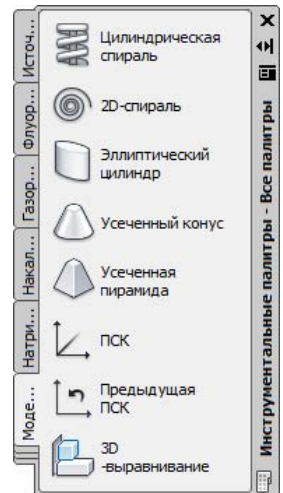

Рис. 1.18. Немодальное окно Инструментальные палитры
Сохранились в данной версии AutoCAD и панели инструментов. О них пойдет речь в *разд. 1.3.3*. Еще одним классом элементов пользовательского интерфейса являются немодальные окна, или *палитры* (рис. 1.18). Они будут разбираться при описании тех операций, в которых потребуются.
- ◆ **Показать связанную группу инструментальных палитр** (Show Related Tool Palette Group) — вызов связанной с лентой группы палитр в немодальном окне **Инструментальные палитры** (Tool Palettes) (см. рис. 1.18);
- ◆ **Освободить** (Undock) — преобразует ленту к форме вертикальной палитры (аналогично рис. 1.18);